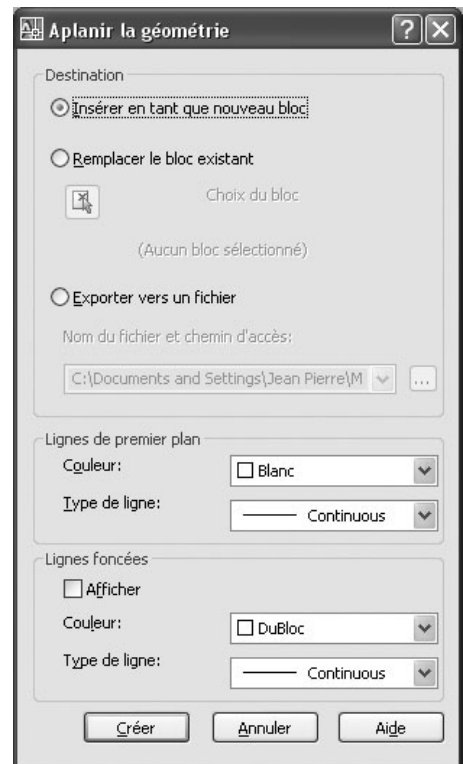

Fig.21.21
- 2 Dans la boîte de dialogue **Aplanir la géométrie** (Flatshot), sous **Destination**, cliquez sur l'une des options. Par exemple : **Insérer en tant que nouveau bloc** (Insert as new block) (fig.21.21).